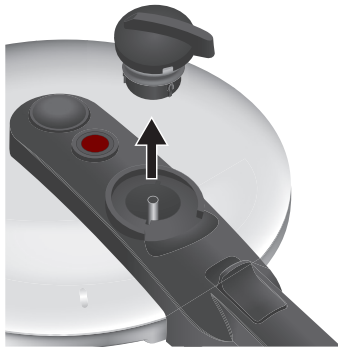

Abb. 21: Druckregler abheben
4. Drücken Sie den Druckregler nach unten und drehen Sie ihn in die Position . Heben Sie den Druckregler nach oben ab (siehe Abb. 21). Reinigen Sie den Druckregler unter fließend Wasser. Nehmen Sie außerdem die Silikonfeder ab und reinigen diese separat (siehe Abb. 21/1).